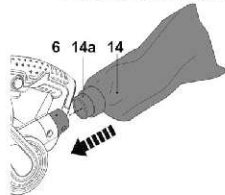

Bild 7
- Rikta dammpåskopplingen (14a) till dammavlägsningsanslutningen (6).
- Fastsätt dammpåsen (14) till dammavlägsningsanslutningen (6) ända till stopparen (bild 7).